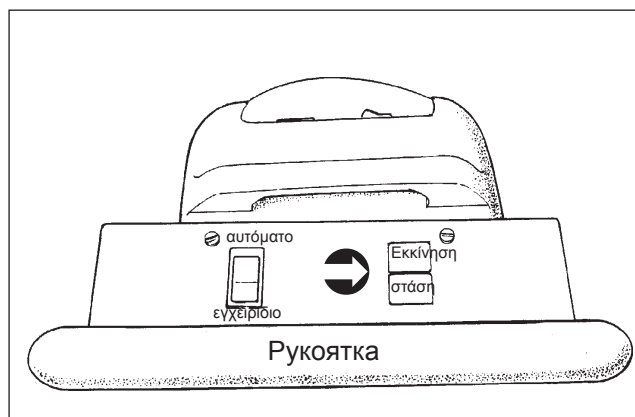

Рисунок 17
5. Встаньте сзади рукоятки, установите кулисный переключатель в положение “Automatic” и нажмите зеленый включатель. Чтобы остановить машину, необходимо нажать красную кнопку останова. (См. Рисунок 17)